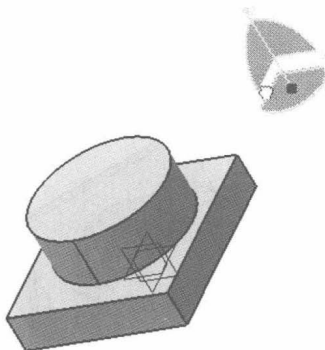

图 2-8 平移示意图
(2) 平移:如图 2-8 所示,抓住指南针上的任一直线,则屏幕上的空间及零件会沿着直线的方向平移。